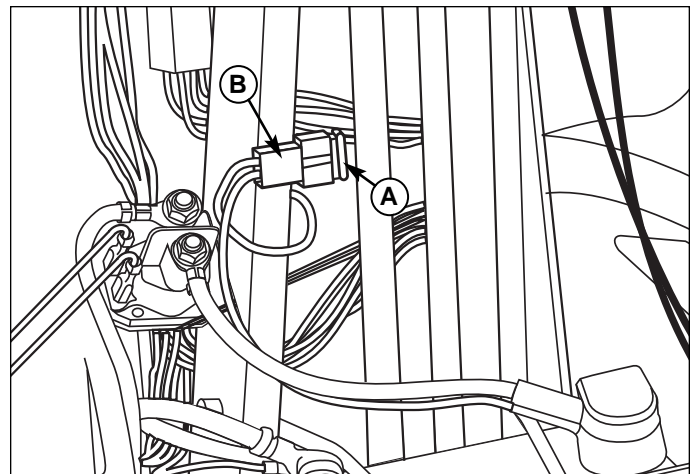
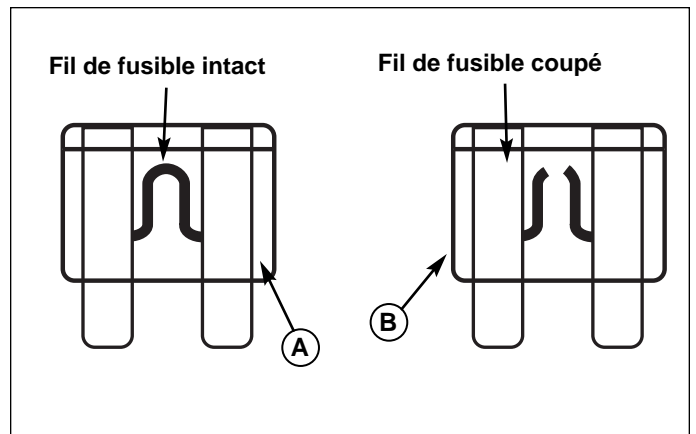

Figure 37. Fusible
Figure 38. Fusible à lamelles
1. Ouvrir le capot et repérer l'emplacement du porte-fusible (B, Figure 37) et du fusible (A) sur la colonne de direction.
2. Tenir le porte-fusible (B) d'une main et extraire le fusible (A).
3. Contrôler le fusible pour voir si le fil est coupé (voir Figure 38). Changer le fusible si le fil thermofusible est coupé. En cas de doute sur l'état du fusible, le changer.
4. Tenir le porte-fusible (B, Figure 37) et introduire un fusible neuf (A) bien à fond dans son logement.